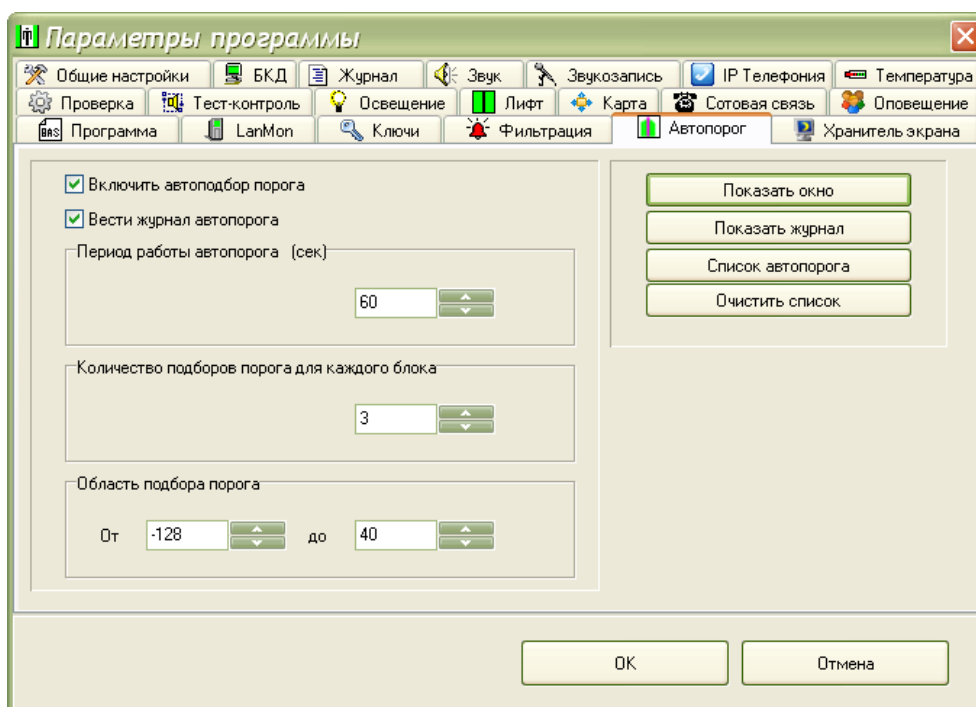

Рисунок 42
- включить режим автоматического подбора порога и установить его типовые настройки (рисунок 42);